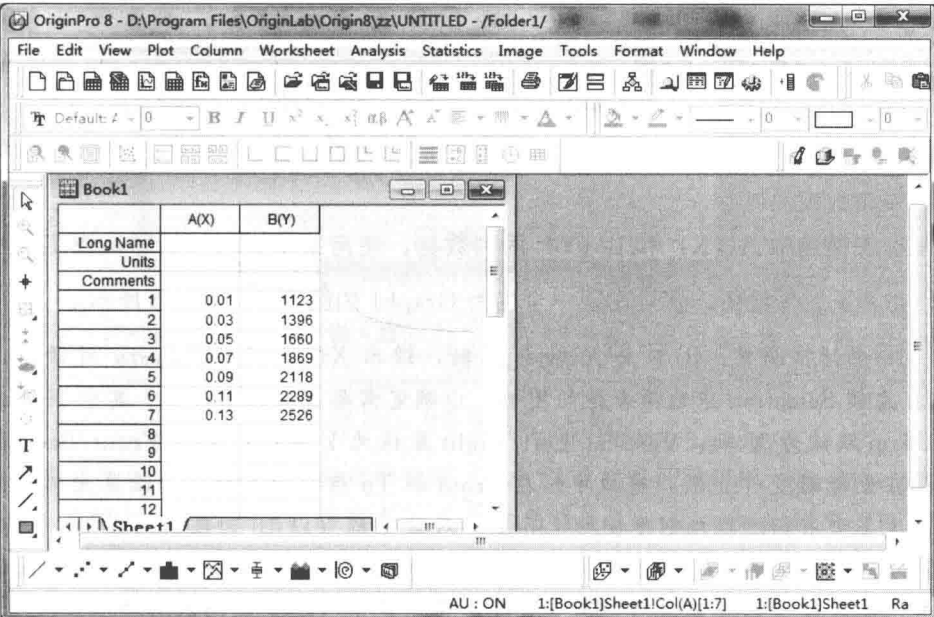

图 2-4 输入绘图数据
(1) 启动 OriginPro 8.0 并输入数据
在“开始”菜单单击 OriginPro 8.0 图标，启动 Origin。启动后，Origin 自动给出名为 Book1 的工作表格，分别将 $\bar{q}$ 和 $\Delta\theta/\Delta q$ 的数据输入表格中的 A(X) 列和 B(Y) 列，见图 2-4。